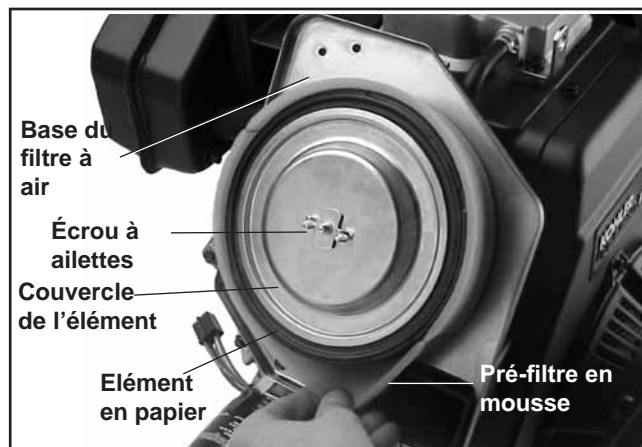

Figure 9-5. Dépose des éléments du filtre à air.
2. Retirer l'écrou à ailette, le couvercle de l'élément, l'élément et le pré-filtre. Voir la figure 9-5.